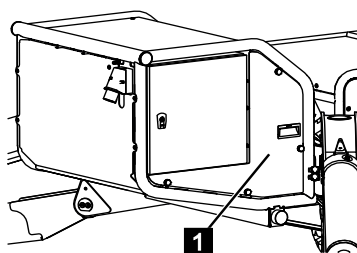

Fig. 181
2. Dévisser le capot (Fig.181/1).